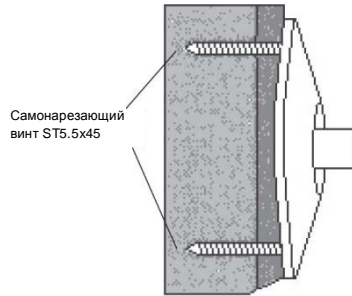

Рисунок 7
- Используя стенную пластину как шаблон, пометьте места отверстий на поверхности. ПРИМЕЧАНИЕ: При встраиваемом монтаже крепежные отверстия располагаются вертикально (рисунок 7).
- Просверлите отверстия в стене и деревянной стойке сверлом 1/8". Глубина отверстий составляет 1-7/8" (рисунок 7).